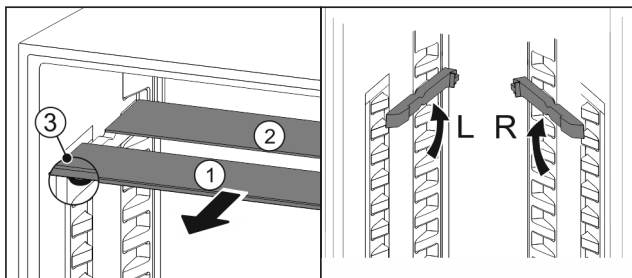

Fig. 117
- Glasplatten einzeln nach vorne herausziehen Fig. 117 (1).
- ▷ Glasplatte Fig. 117 (1) mit Zierleiste liegt vorne.
- ▷ Stopps Fig. 117 (3) zeigen nach unten.